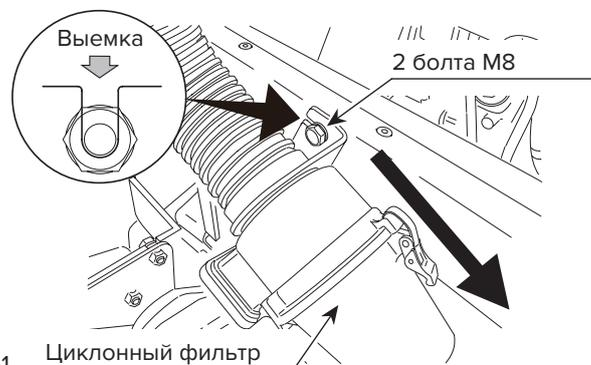

Рис. 51
2. Ослабьте затяжку, но не снимайте болты М8 (2 шт.), крепящие циклонный фильтр. Извлеките фильтр (рис. 51).